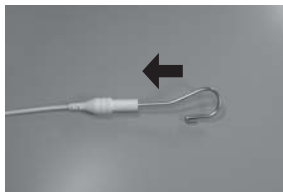

Fig. 4
(5) Ligação do gancho labial Ligue o gancho labial a outra ficha da sonda. (Fig.4)